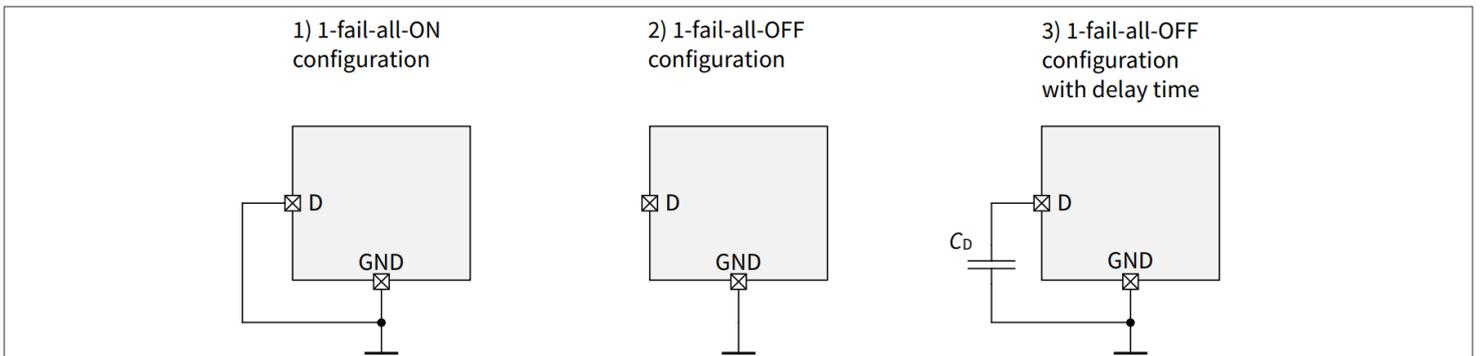

图 14 D 引脚配置
- 根据执行的故障管理策略对 LED 阵列中的错误情况做出反应，在多个 LED 链用于给定功能的系统中，如图 14 所示